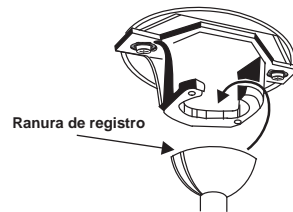

Figura 9
Paso 7. Levante el motor y póngalo en su posición, coloque la bola de colgado en el soporte de colgado. Gírelo hasta que la "pestaña de comprobación" haya entrado en la "ranura de registro" y se asiente firmemente (Figura 9). El motor no debería girar si esto se realiza correctamente.